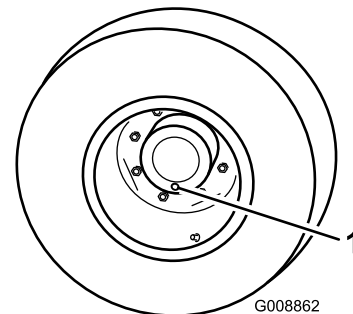

Figure 92
1. Placez la machine sur une surface plane et horizontale et tournez une roue de sorte que l'un des bouchons de contrôle se trouve à la position la plus basse (6 heures) (Figure 92).